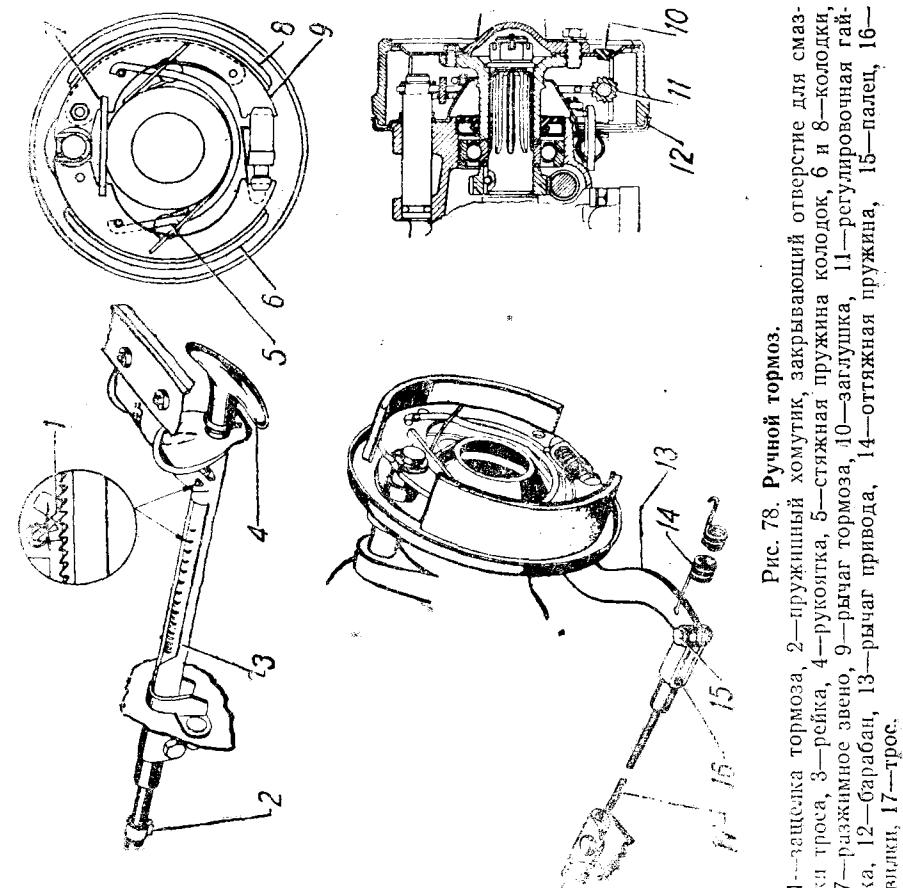

Рис. 78. Ручной тормоз.
2. Через регулировочную щель в тормозном барабане отверткой заверните регулировочную гайку 11 (рис. 78) так, чтобы барабан от усилия рук не проворачивался.